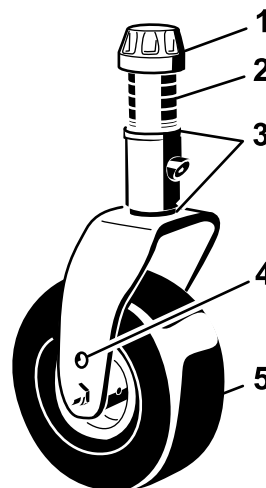

Figura 20
- Togliete il cappuccio di tensione dall'asse del perno ed estraete il perno dal braccio della ruota orientabile (Figura 20).